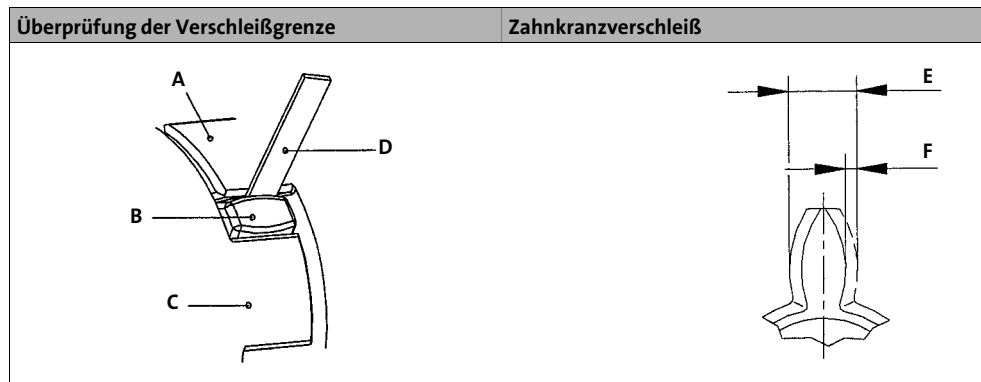

Abb. 6 Überprüfung: Verschleiß
2. Das Spiel zwischen Kupplungsnocken und elastischen Zahnkranz mit einer Fühlerlehre prüfen (Abb. 6).